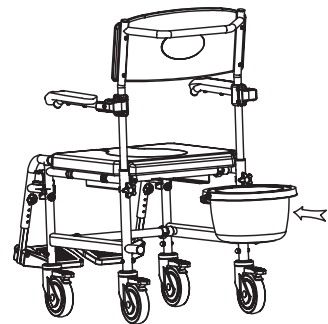

Fig.14
- Inserire il secchio dal lato posteriore della sedia facendolo scorrere nelle apposite guide (Fig.14).